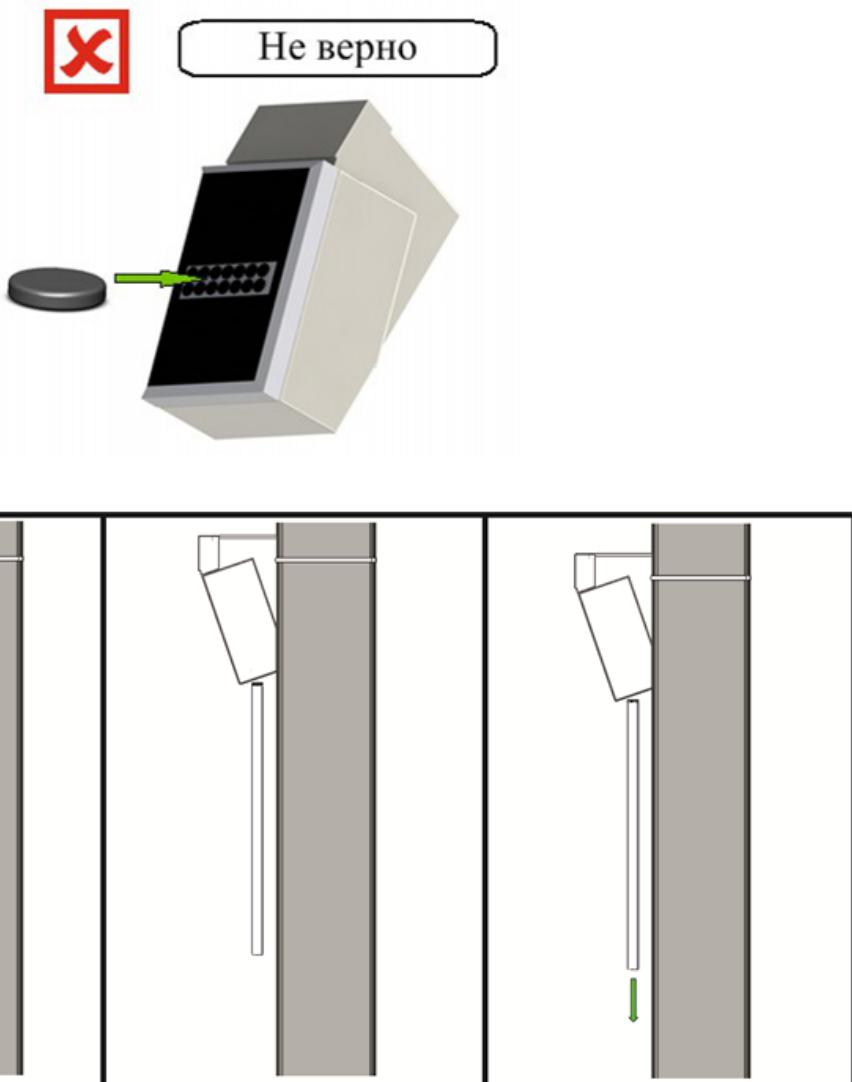

Рисунок 4 – Проверка работоспособности блока БСПИ-3МР
2.4.4.1 После установки блока БСПИ-3МР на опору, рекомендуется проверить его срабатывание на поднесение к его корпусу постоянного магнита (Рисунок 4). Для этого магнит закрепляется на изоляционной оперативной штанге, предназначенной для работ под напряжением линии, и с безопасного расстояния
| I) отсутствие связи с пультом ППИ-2 | <ul style="list-style-type: none">– проверить батареи питания пульта;– проверить правильность указания адреса ИКЗ, либо воспользоваться адресом общего вызова (см. описание пульта ППИ-2);– при помощи штанги поднести магнит к нижней части блока БСПИ-3МР (Рисунок 4). <p> Внимание! Во избежание повреждения не подносить магнит к визуальному флагку индикатора (blinkers). и подождать 5 сек; в случае исправности блока БСПИ-3МР должен произойти сброс флагков;</p> <ul style="list-style-type: none">– проверить батареи питания блока БСПИ-3МР. |